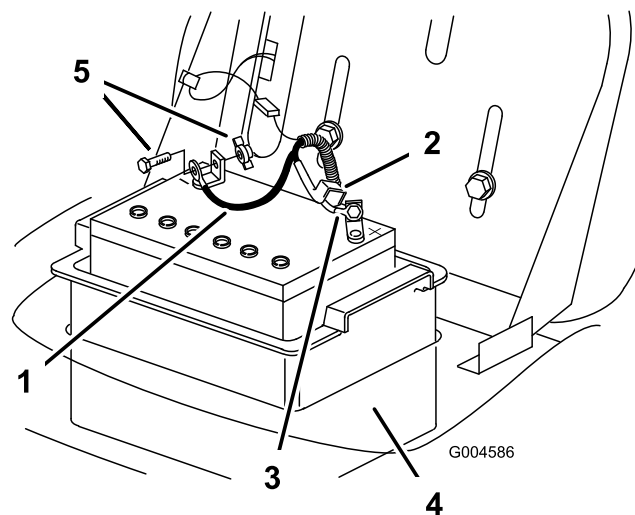

Bild 28
7. Tag det sorte minusjordkabel af batteriets pol (Bild 28).
9. Tag det røde positive kabel af batteriets pol (Bild 28).
10. Fjern batterikassen og batteriet fra chassiset (Bild 28).
1. Sæt batteriet i batterikassen, og monter den i chassiset (Bild 28).
2. Slut pluskablet (rødt) til batteriets (+) pluspol (Bild 28) ved hjælp af bolten og vingemøtrikken.
4. Slut minuskablet (sort) til batteriets minuspol (-) ved hjælp af bolten og vingemøtrikken (Bild 28).